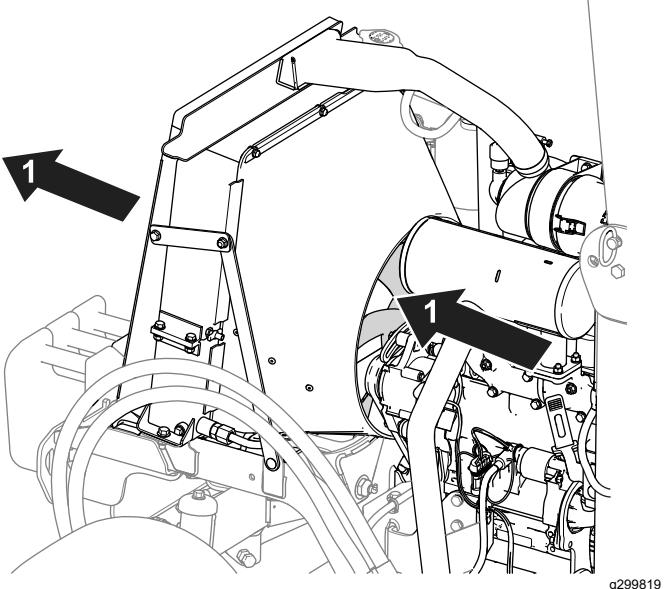

図 69
- ラジエターの冷却フィンの清掃は圧縮空気で行ってください。機体内部から外部にむかってエアを吹き付けます図 69。